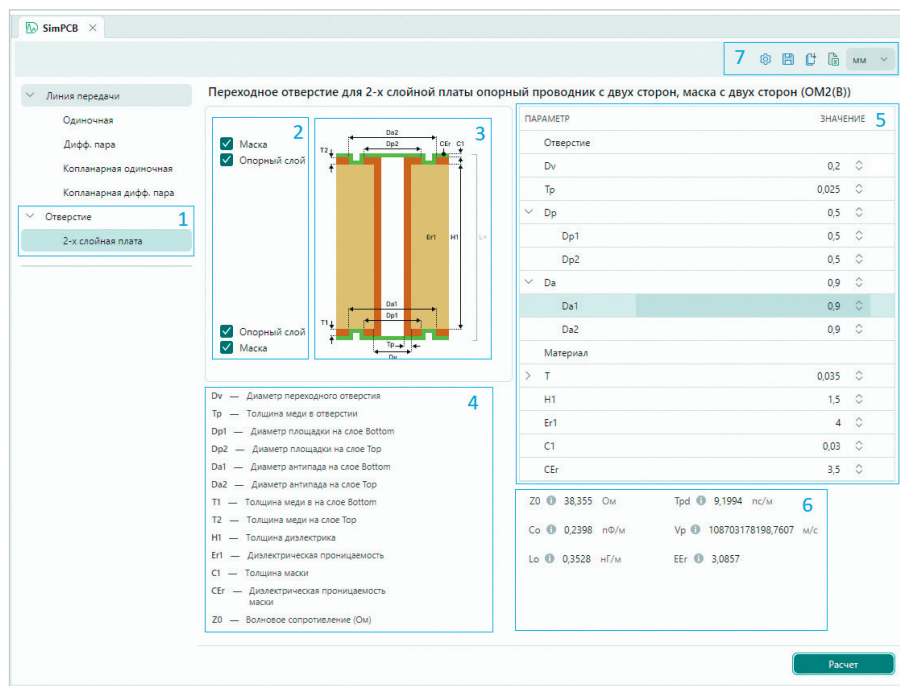

Рис. 6. Основные функциональные области инструмента SimPCB для расчёта ПО
- Функциональные области для расчёта параметров ПО представлены на рисунке (рис. 6).